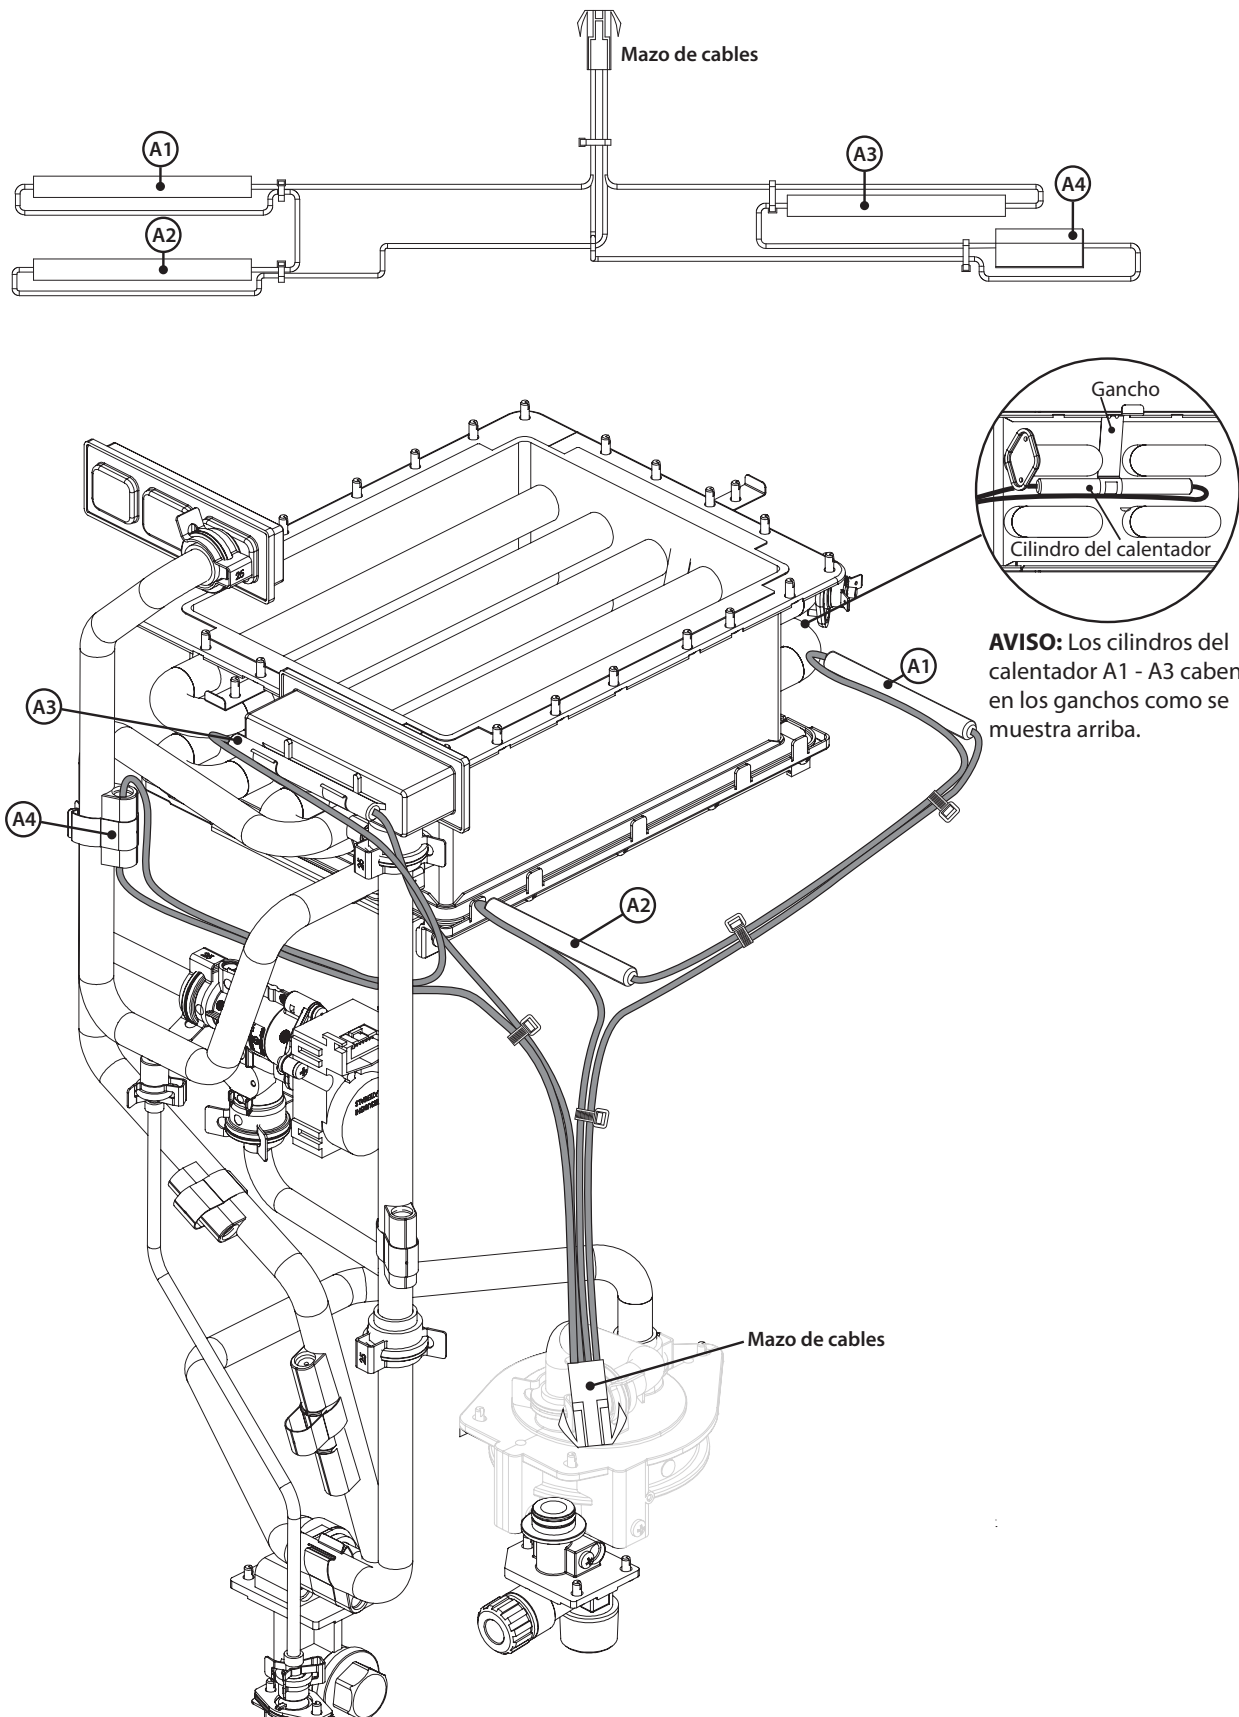

Figura 21 - Guía de referencia de conexión superior
- 4 Ubique el mazo de cables superior del bloque calentador. Consulte la Figura 21 para conocer la ubicación.
- 6 Deslice los cilindros del calentador A1 - A3 hasta sacarlos de los soportes flexibles. Consulte la Figura 21.
- 7 Retire el gancho que sujeta el bloque calentador A4. Consulte la Figura 21. Deje el gancho a un lado en un lugar seguro para volver a instalarlo.
- 10 Instale los cilindros del calentador A1 - A2 como se muestra en la Figura 21. Los cilindros del calentador se afirman en posición con soportes flexibles.
- 13 El bloque calentador A4 usa un gancho de tipo compresión, como se muestra en la Figura 21.